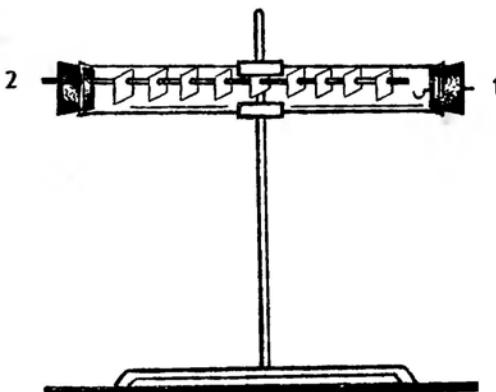

Рис. 2. Диффузия газов
Укрепите стеклянные трубы в штативах в горизонтальном положении. В каждую трубку с одного конца вставьте пробку с прутком (2), на который нанизаны кусочки индикаторных бумаг с одинаковыми промежутками между ними (рис. 2): в первой трубке — влажная лакмусовая бумага, во второй — смоченная раствором фенолфталеина, а в третьей — влажная крахмальная бумага. С другого конца (1) первой и второй трубок соответственно назначению бумаг вставляют комочки ваты, смоченные кислотой и раствором аммиака; в третью трубку помещают несколько